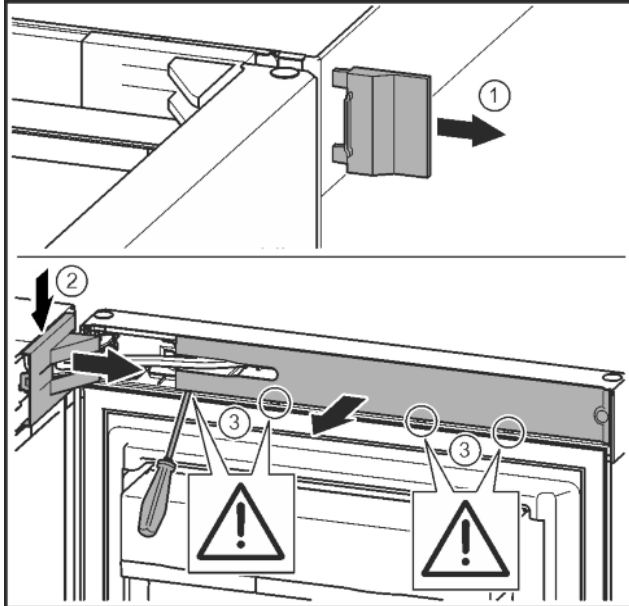

Fig. 9
► Vegye le a külső fedelet. Fig. 9 (1)
► Pattintsa ki és oldja ki a csapágybak fedelét. Vegye le a csapágybak fedelét. Fig. 9 (2)
► Hornyoltfejű csavarhúzóval pattintsa ki a lemezt, és fordítsa oldalra. Fig. 9 (3)